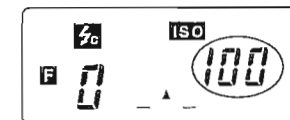

図14
- ① ISOボタンを押すとフィルム感度値が表示されます。(図14)
- ② ISOボタンを押したまま、アップ・ダウンボタンで、使用するフィルムの感度を設定します。アップ側を押すと高感度になり、ダウン側を押すと低感度になります。アップ・ダウンボタンを1秒以上押し続けると連続して変わります。